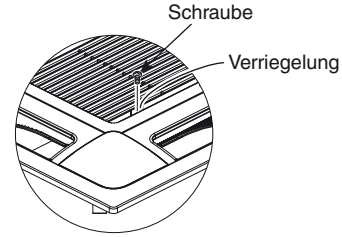

Abb. 7-3
- (1) Das Lufteinlassgitter und den Luftfilter von der Deckenverkleidung abnehmen.
- a) Die beiden Schrauben an der Verriegelung des Lufteinlassgitters herausdrehen. (Abb. 7-3) (Das Lufteinlassgitter nach Installation der Deckenverkleidung wieder anbringen.)